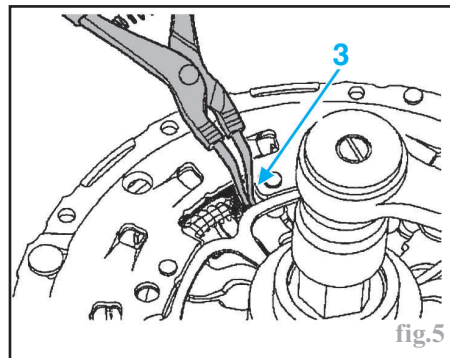

fig.5
- Visser l'écrou (2) jusqu'au blocage de celui-ci.
- À l'aide d'une pince à circlip insérée dans le logement (3), comprimer les 3 ressorts (4) du mécanisme (fig.5 et 6).